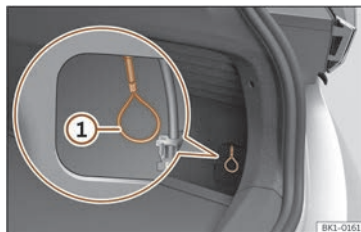

Fig. 73 Darrere la coberta: desbloqueig d'emergència del connector de càrrega.
- Estireu el llaç per al desbloqueig manual d'emergència >>> **fig. 73 ①**. El connector de càrrega es pot retirar >>> **△**.